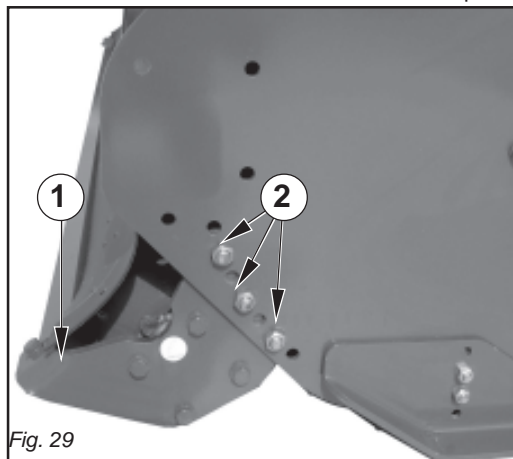

Fig. 29
La macchina è fornita di rullo posteriore (1 Fig. 29) e raschifango regolabile manualmente.
- Togliere i bulloni (2 Fig. 29).
The machine is equipped with a rear roller (1 Fig. 29) and a manually adjusted mud scraper.
- Remove the bolts (2 Fig. 29).
Le machine est équipé d'un rouleau arrière (1 Fig. 29) et racleur de boue réglable manuellement. Pour régler le rouleau procéder de la manière suivante:
- Enlever les boulons (2 Fig. 29).
Der Maschine ist mit einer hinteren Walze (1 Abb. 29). In der äußeren Stellung ist ein von Hand zu betätigender Schlammabkratzer vorhanden. Zur Walzeinstellung wie folgt verfahren:
- Die entfernten Mutterschrauben (2 Abb. 29).
La máquina está dotada de un rodillo trasero (1 Fig. 29) y rascador de fango regulable manualmente. Para regular el rodillo operar del siguiente modo:
- Quitar los pernos (2 Fig. 29).